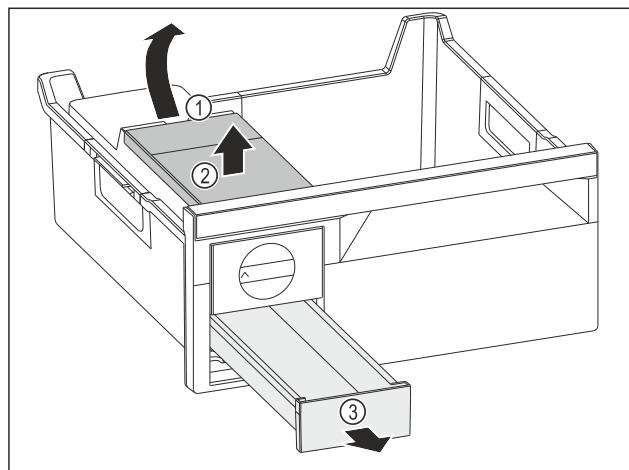

Fig. 116
- ▶ Извлеките бак для воды: Поднимите бак для воды за выемку Fig. 116 (1).
- ▶ Извлеките бак для воды Fig. 116 (2) движением вверх.
- ▶ Извлеките выдвижной ящик для кубиков льда Fig. 116 (3) движением вперед.